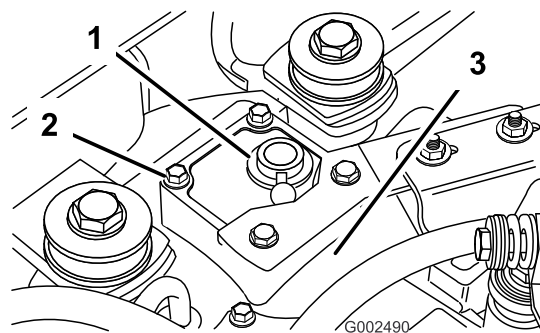

Figura 5
1. Retire los cuatro pernos que fijan la tapa a la parte superior del alojamiento del transeje (Figura 5). Retire el soporte del silenciador.